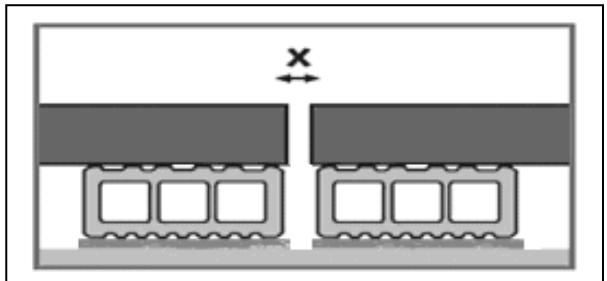

Рис. 8
**Торцевые продольныестыки террасной доски:** В местах продольных стыков торцов основного профиля, необходимо использовать двойные ряды опорных лаг так, чтобы каждый торец доски покоился на собственной опорной лаге. Ширина разделительного шва между торцами основного профиля должна составлять 7-10мм. (рис. 8).